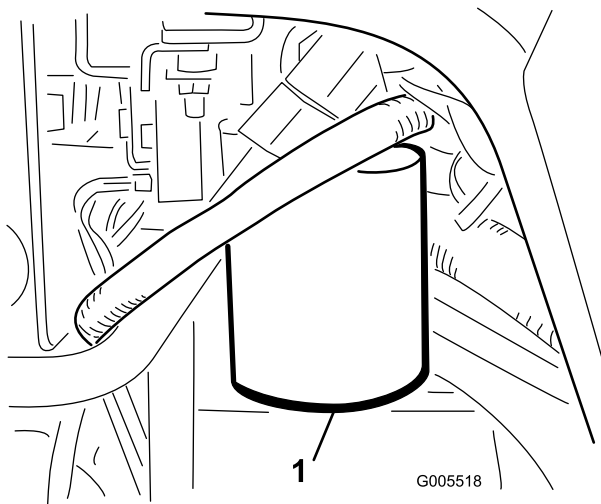

Figura 56
1. Pulite la superficie circostante il filtro (Figura 56). Collocate una bacinella di spurgo sotto il filtro e togliete il filtro.